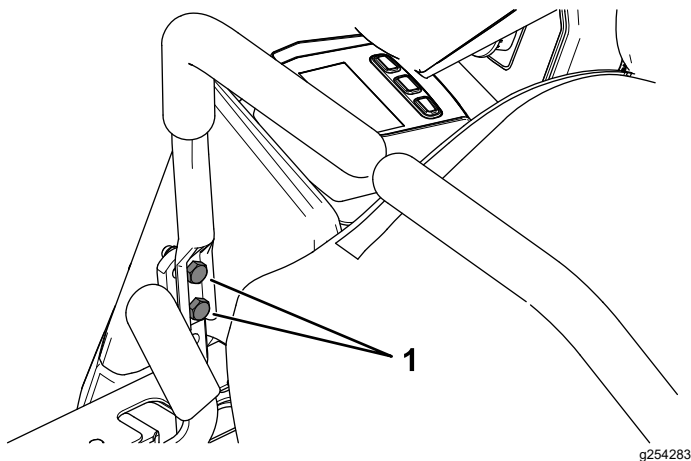

Figura 52
- Si es necesario alinearlas, afloje los 2 pernos de montaje de la palanca de control de movimiento del lado que está mal alineado (Figura 52).
12. Apriete los 2 pernos de montaje de la palanca de control de movimiento (Figura 52).